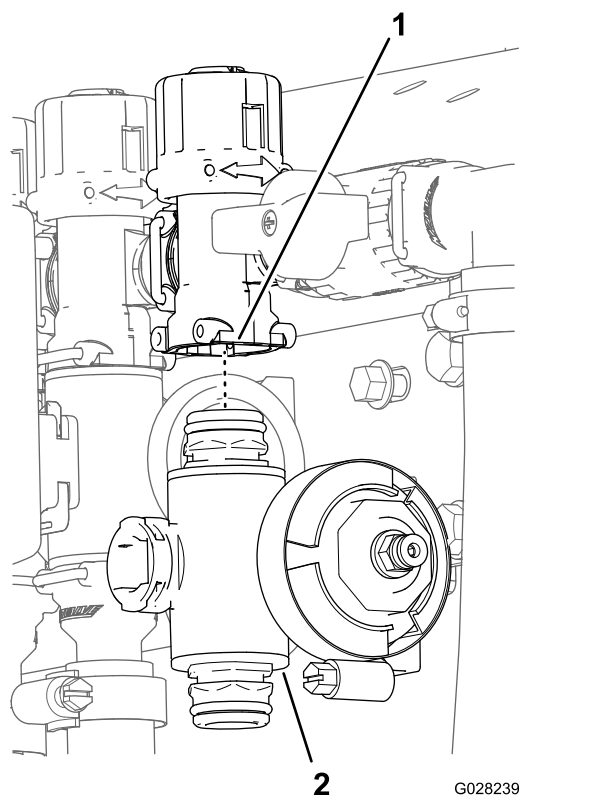

Figura 75
3. Válvulas de sección izquierda y derecha: retire los pernos con arandela prensada y las contratuerzas con arandela prensada que sujetan la(s) válvula(s) de sección al soporte de las válvulas, y retire el/los distribuidor(es) de la máquina; válvula de la sección central: retire el distribuidor de la válvula de sección de la máquina (Figura 75).